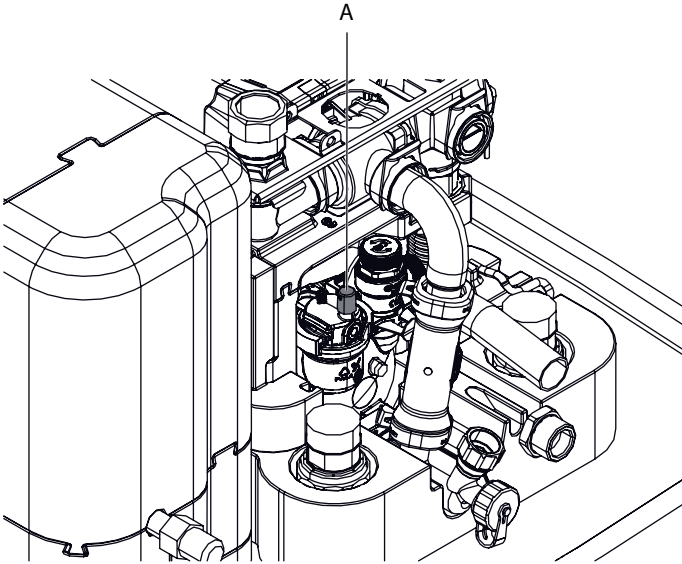

Fig. 5-3 Tappo dello spurgo automatico
- Assicurarsi che sia aperto il tappo dello spurgo automatico (fig. 5-3, pos. A).